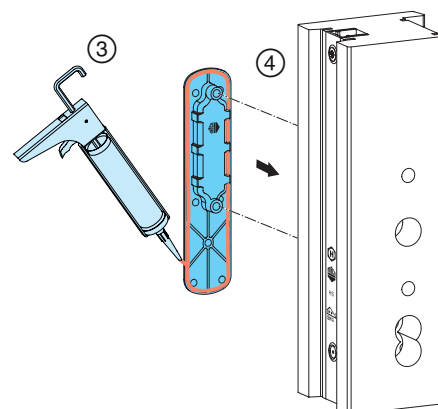

Abb. 47
- ③ Muschelgriff mit Silikon umlaufend abdichten und ④ in Flügelausfräsung positionieren; **Abb. 47**.